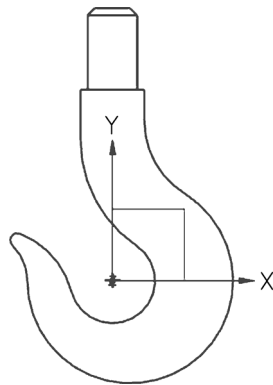

图 1-2-15 吊钩图形
(11) 单击  完成草图命令，完成草图绘制，如图 1-2-15 所示，并进行保存。